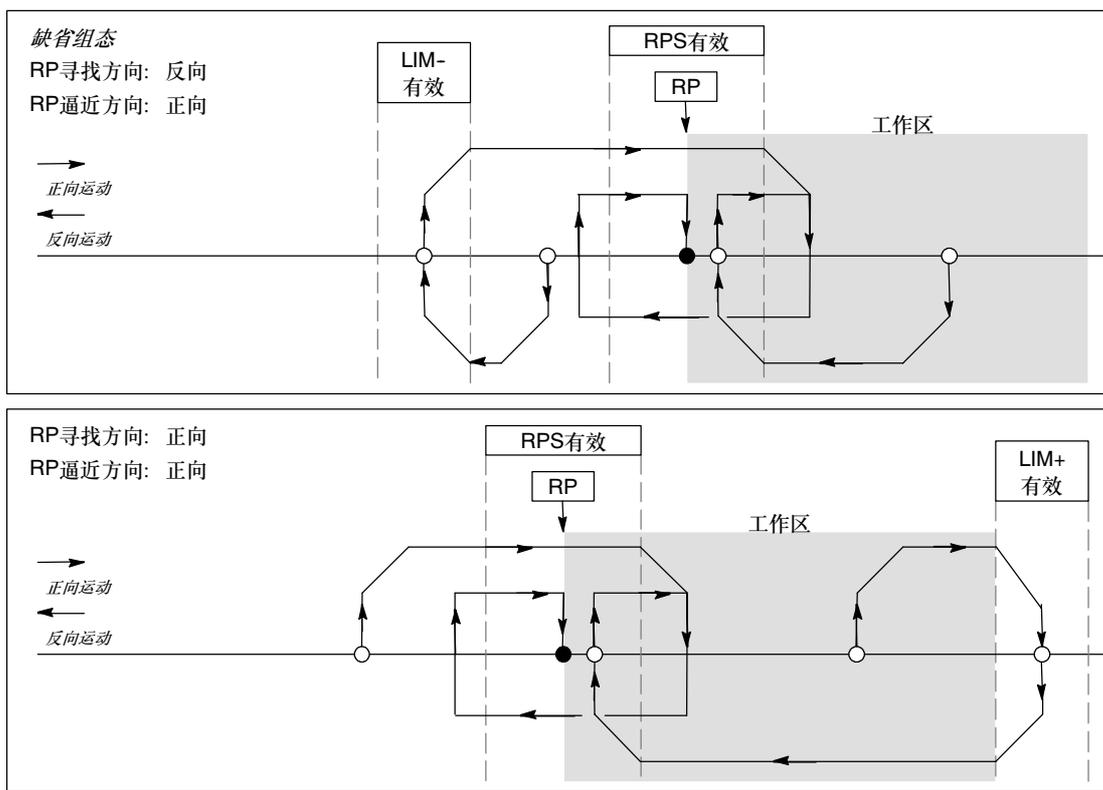

图9-22 RP寻找: 模式2
- ❑ 图9-22显示RP寻找模式2的两个选项。这种模式将RP定位在RPS输入有效区的中心。